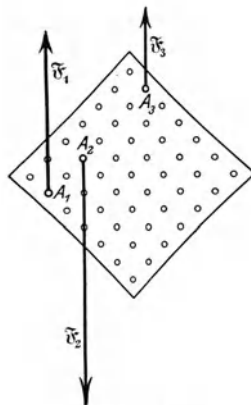

Fig. 61.
y) Stelle wieder wie bei (v) das Gleichgewicht her. Drehe das Brett wie in Fig. 61, verschiebe zugleich die Klemmen am Tischrand und ändere die Längen der Schnüre so, daß die Wirkungslinien der